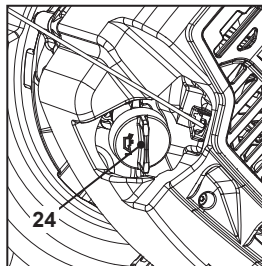

Fig. 9
1. Dévisser et retirer le bouchon du réservoir d'huile (24) (Fig. 9).